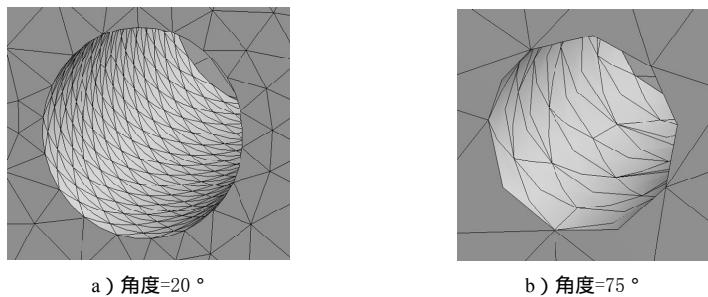

图 5.2.14 不同 Curvature Normal Angle 参数下的效果
- ◆ Curvature Normal Angle 文本框 (曲率法向角度): 用于设置曲率法向角度参数, 角度值越小, 在曲率较大部位的网格被划分得越细致。设置该参数对网格划分的影响如图 5.2.14 所示。